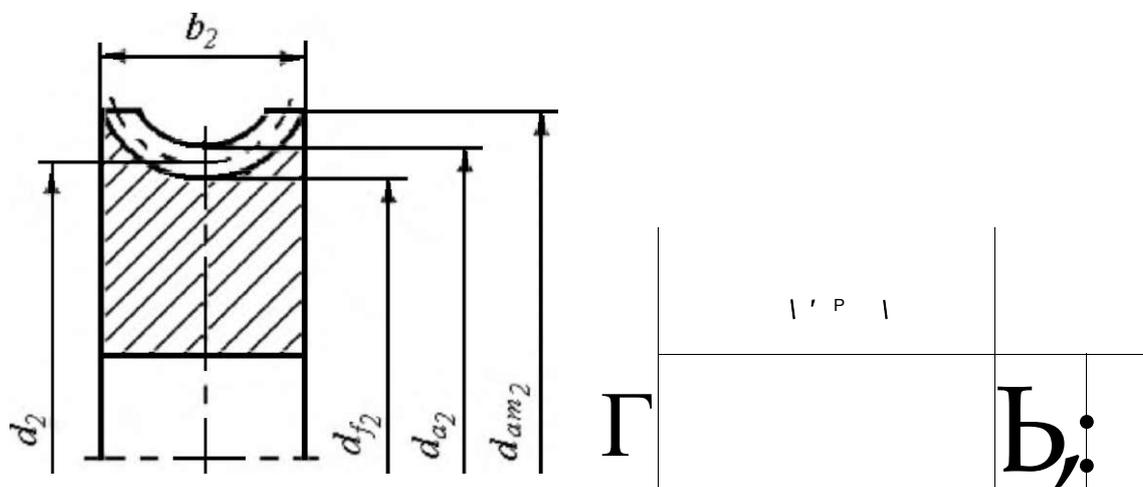

Рис.10. Геометрические параметры червяка и червячного колеса
- измерить шаг червяка p , мм (рисунок 10);
- измерить диаметр вершин червяка d_{a1} , мм (рисунок 10);